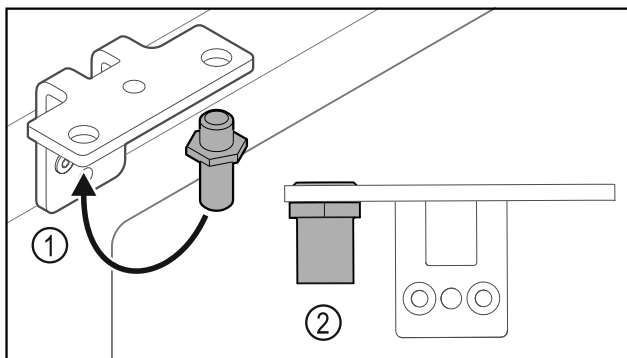

Fig. 34
- Prestavite sornik v kotniku tečajev vrat Fig. 34 (1).
- Sornike Fig. 34 (2) zategnite **z zateznim momentom 12 Nm**.